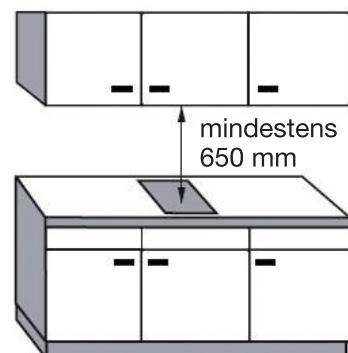

Abbildung 4
• Der Sicherheitsabstand zwischen dem Kochfeld und einer darüber befindlichen Dunstabzugshaube muss den Angaben des Herstellers der Dunstabzugshaube entsprechen. Wenn keine Anweisungen angegeben sind, bitte einen Mindestabstand von **650 mm** einhalten (siehe Abbildung 4).